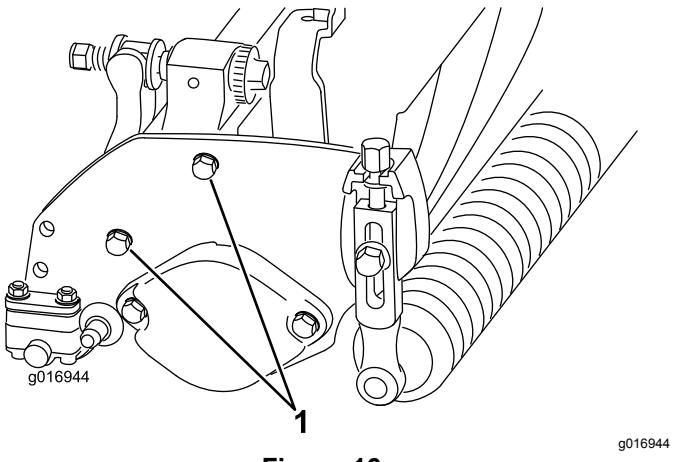

Figura 16
**Nota:** La posición del rodillo trasero respecto al molinete es controlada por las tolerancias de mecanizado de los componentes ensamblados, y no requiere ajuste de paralelismo. Es posible hacer ajustes limitados colocando la unidad de corte en una chapa plana y aflojando los pernos de montaje de las chapas laterales (Figura 16). Ajuste y apriete los pernos cuando haya terminado.